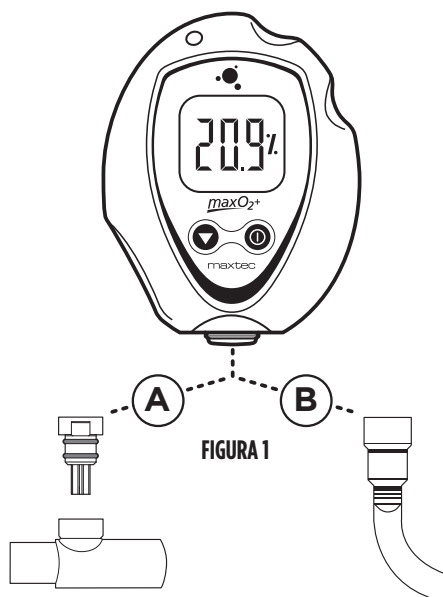

FIGURA 1
1. Collegare la tubazione in Tygon alla parte inferiore dell'analizzatore inserendo l'adattatore a stelo nel sensore per ossigeno. (figura 1, B)
2. Inserire il MaxO2+ nella posizione centrale dell'adattatore a T (figura 1, A).
2. Collegare il tubo in Tygon all'adattatore a stelo (figura 1, B).